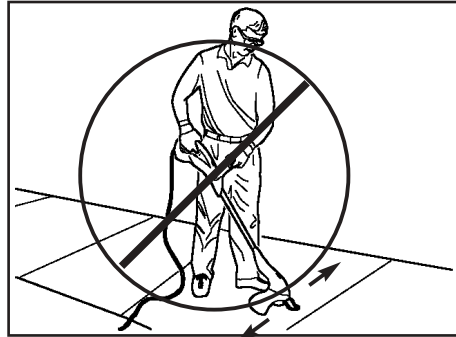

Fig. 4-2E
7. **SWEEPING - DO NOT SWEEP WITH TRIMMER** (Fig. 4-2E)
7. **BALAYAGE - NE PAS UTILISER LE COUPE-HERBE POUR BALAYER** (Fig. 4-2E)
7. **BARREDOR - NUNCA UTILICE SU UNIDAD PARA ESTE TRABAJO** (Fig. 4-2E)